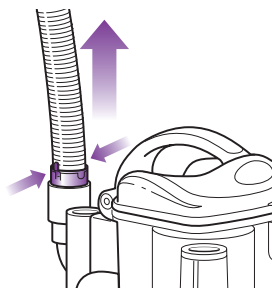

Fig. 28
- Détachez le tuyau extensible à l'arrière de l'aspirateur portatif *Lift-Away^{MC}* en pressant les onglets ensemble et en tirant le tuyau vers le haut. (Fig. 28) Redressez le tuyau souple et inspectez l'intérieur pour détecter toute obstruction.